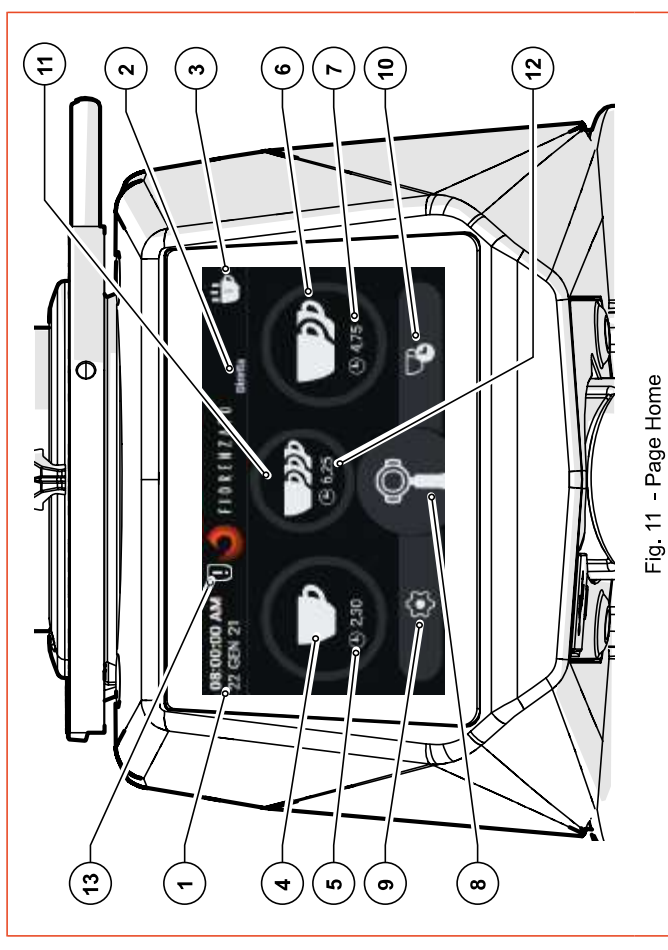

Fig. 11 - Page Home
La Fig. 11 illustre la page HOME avec la description des touches de fonction et des champs d'affichage présents. La page HOME peut être personnalisée depuis le « menu Réglages », l'image représentée sur la figure peut donc différer de la page-écran réellement visualisée sur votre appareil lors de sa première mise en marche.
En référence à la Fig. 11, les champs d'affichage et les touches de fonction de la page HOME sont :
Pour accéder au Menu Réglages, appuyer sur la touche de fonction  toujours visible en bas à gauche de l'écran (voir Fig. 11 ÉléM. 9). Une fois la commande donnée, l'afficheur chargera le menu depuis lequel il sera possible de sélectionner le paramètre à modifier et/ou la fonction à activer/désactiver en faisant simplement défiler vers le bas la liste des options possibles jusqu'à trouver la rubrique souhaitée. Le menu Réglages contient les rubriques suivantes :
Sélectionner la dose souhaitée (unique, double ou triple, si activée) en appuyant sur la touche de fonction correspondante (voir Fig. 11 Élé. 4, 6 ou 11). L'icône de la touche pressée commence à clignoter pour indiquer que la sélection a été effectuée. Contrôler le début de la mouture en appuyant sur le micro-interrupteur d'activation avec le porte-filtre. Une fois la commande donnée, le moulin-doseur démarre pendant le temps de mouture correspondant à la dose spécifique à préparer.
Maintenir appuyée la touche « **Mouture Manuelle** » (voir Fig. 11 Élé. 8) pour démarrer la mouture continue. La mouture s'arrête automatiquement lorsque la touche est relâchée.
Appuyer sur la touche de fonction relative à la dose unique, double ou triple (voir Fig. 11 Élé. 4, 6 ou 11) ; lorsque la commande est donnée, la mouture de la dose souhaitée est immédiatement lancée.
Maintenir appuyée la touche « **Mouture manuelle** » (voir Fig. 11 Élé. 8) pour démarrer la mouture continue. La mouture s'arrête automatiquement lorsque la touche est relâchée.
Dans ce mode d'utilisation, le micro-interrupteur d'activation est désactivé et toutes les touches de sélection du dosage (voir Fig. 11 Élé. 4, 6, 8 et 11) peuvent être activées.
Dans ce mode d'utilisation, la mouture manuelle (voir Fig. 11 Élém. 8) et les touches de sélection des doses unique, double et triple (voir Fig. 11 Élém. 4, 6 et 11) sont désactivées.
Sélectionner la dose souhaitée (unique, double ou triple, si elle est activée) en appuyant sur la touche de fonction correspondante (voir Fig. 11 Élém. 4, 6 ou 11). Une fois la sélection effectuée, l'icône de la touche pressée commence à clignoter pour indiquer que la sélection a été effectuée et reste activée jusqu'à la sélection d'une dose différente. Appuyer (une fois) sur le micro-interrupteur d'activation avec le porte-filtre pour lancer la mouture de la dose sélectionnée.
Dans ce mode d'utilisation, la mouture manuelle (voir Fig. 11 Élém. 8) reste activée.
- À la fin de chaque distribution, les compteurs de statistiques sont mis à jour (voir Fig. 11 Élém. 3). Dans les statistiques, la mouture continue (voir Fig. 11 Élém. 8) correspond à l'augmentation d'une seule unité du nombre de distributions. Les cycles de mouture sont mémorisés même si l'option « Afficher les statistiques » est désactivée dans le menu des réglages techniques.
Lorsque la mouture manuelle (Fig. 11 Élé. 8) est désactivée, la touche de fonction correspondante ne peut pas être sélectionnée et s'affiche en gris.
Permet d'activer (🟢) ou de désactiver (🔴) l'affichage de la touche de fonction « Statistiques » sur la page-écran HOME (voir Fig. 11 Élé. 3).